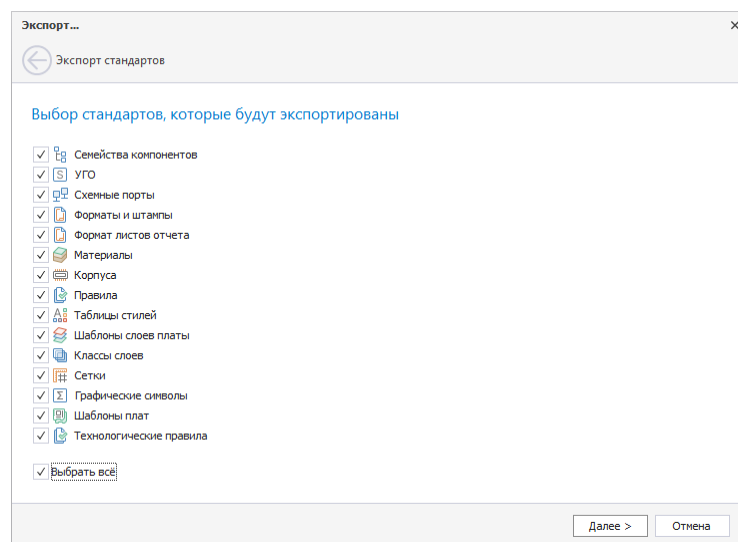

Рис. 9 Выбор экспортируемых стандартов
3. На следующем этапе выберите экспортируемые разделы стандартов путем установки флага в поле рядом с наименованием раздела, Рис. 9. При необходимости путем установки или снятия флага в поле «Выбрать все» возможно выбрать или снять флаги со всех разделов одновременно.